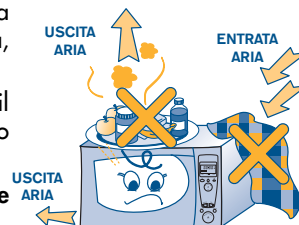

fig. 7
- 6) Non ostruire i fori di ingresso aria. In particolare, non appoggiare nulla sopra il forno e verificare che le feritoie di uscita aria e vapori (situate sopra, sotto e o dietro l'apparecchio) siano SEMPRE LIBERE (fig. 7).
- 7) Posizionare al centro della sede circolare il supporto (I) ed appoggiarci il piatto rotante (H). Il perno (D) deve inserirsi nella relativa sede al centro del piatto rotante.